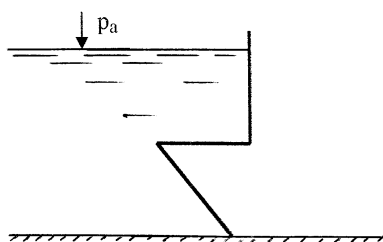

Рис. 3
2.1.-2.2. Для плоских поверхностей (линии пересечения их с плоскостью чертежа представлены на рис.3,4) построить эпюры избыточного гидростатического давления, показать направления и линии действия сил.